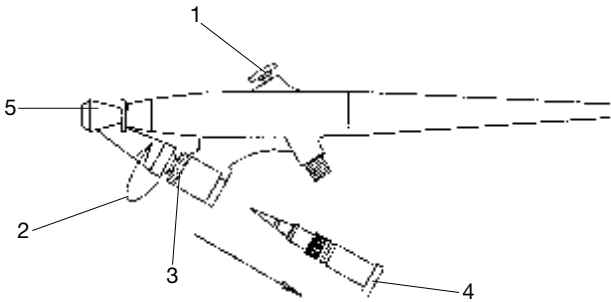

Fig. 2
Durch Betätigen des Hebels **1** Fig. 2 strömt die Farbe aus der Düse.
Durch Drehen der Farbdüse **2** Fig. 2 wird ihr Durchmesser verändert. Vor Beginn der Arbeiten an einem Probestück die optimale Einstellung für die gewählte Farbe herausfinden.
Beim Spritzen von Flächen erst Airbrush bewegen und dann Hebel **1** Fig. 2 drücken. Nach Loslassen des Hebels Bewegung kurz fortführen. Dadurch wird ein gleichmäßiger Farbauftrag erzielt.
1. Farbdüse **2** Fig. 2 bis zum Anschlag links herum drehen.